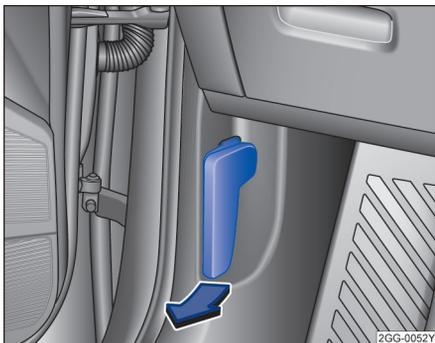

图 206 驾驶员侧脚部空间：发动机舱盖锁开启手柄
- 将车门打开沿图示箭头方向拉动开启手柄 → 图 206，舱盖在弹簧机构的作用下弹开稍许。